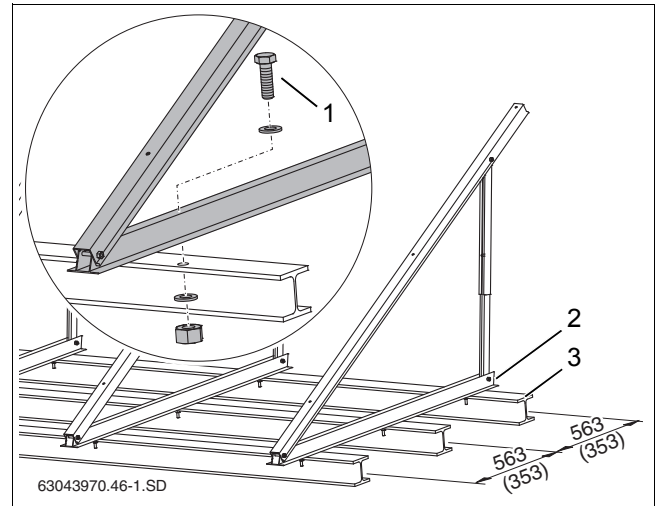

Рис. 26 Подставки на двутаврах, размеры в мм (значения в скобках = горизонтальное исполнение)
На плоской крыше можно выполнить анкерное крепление подставок. Здесь приведен пример крепления к двутаврам (рис. 26, [3]).
- ▶ Разметить расстояние между отверстиями на нижнем профиле (рис. 26, [2]) на двутавре и просверлить отверстия.
- ▶ Вставьте болты (см. Таб. 8 и Рис. 26, [1]) в профиль и двутавр и затяните с гайками и шайбами.